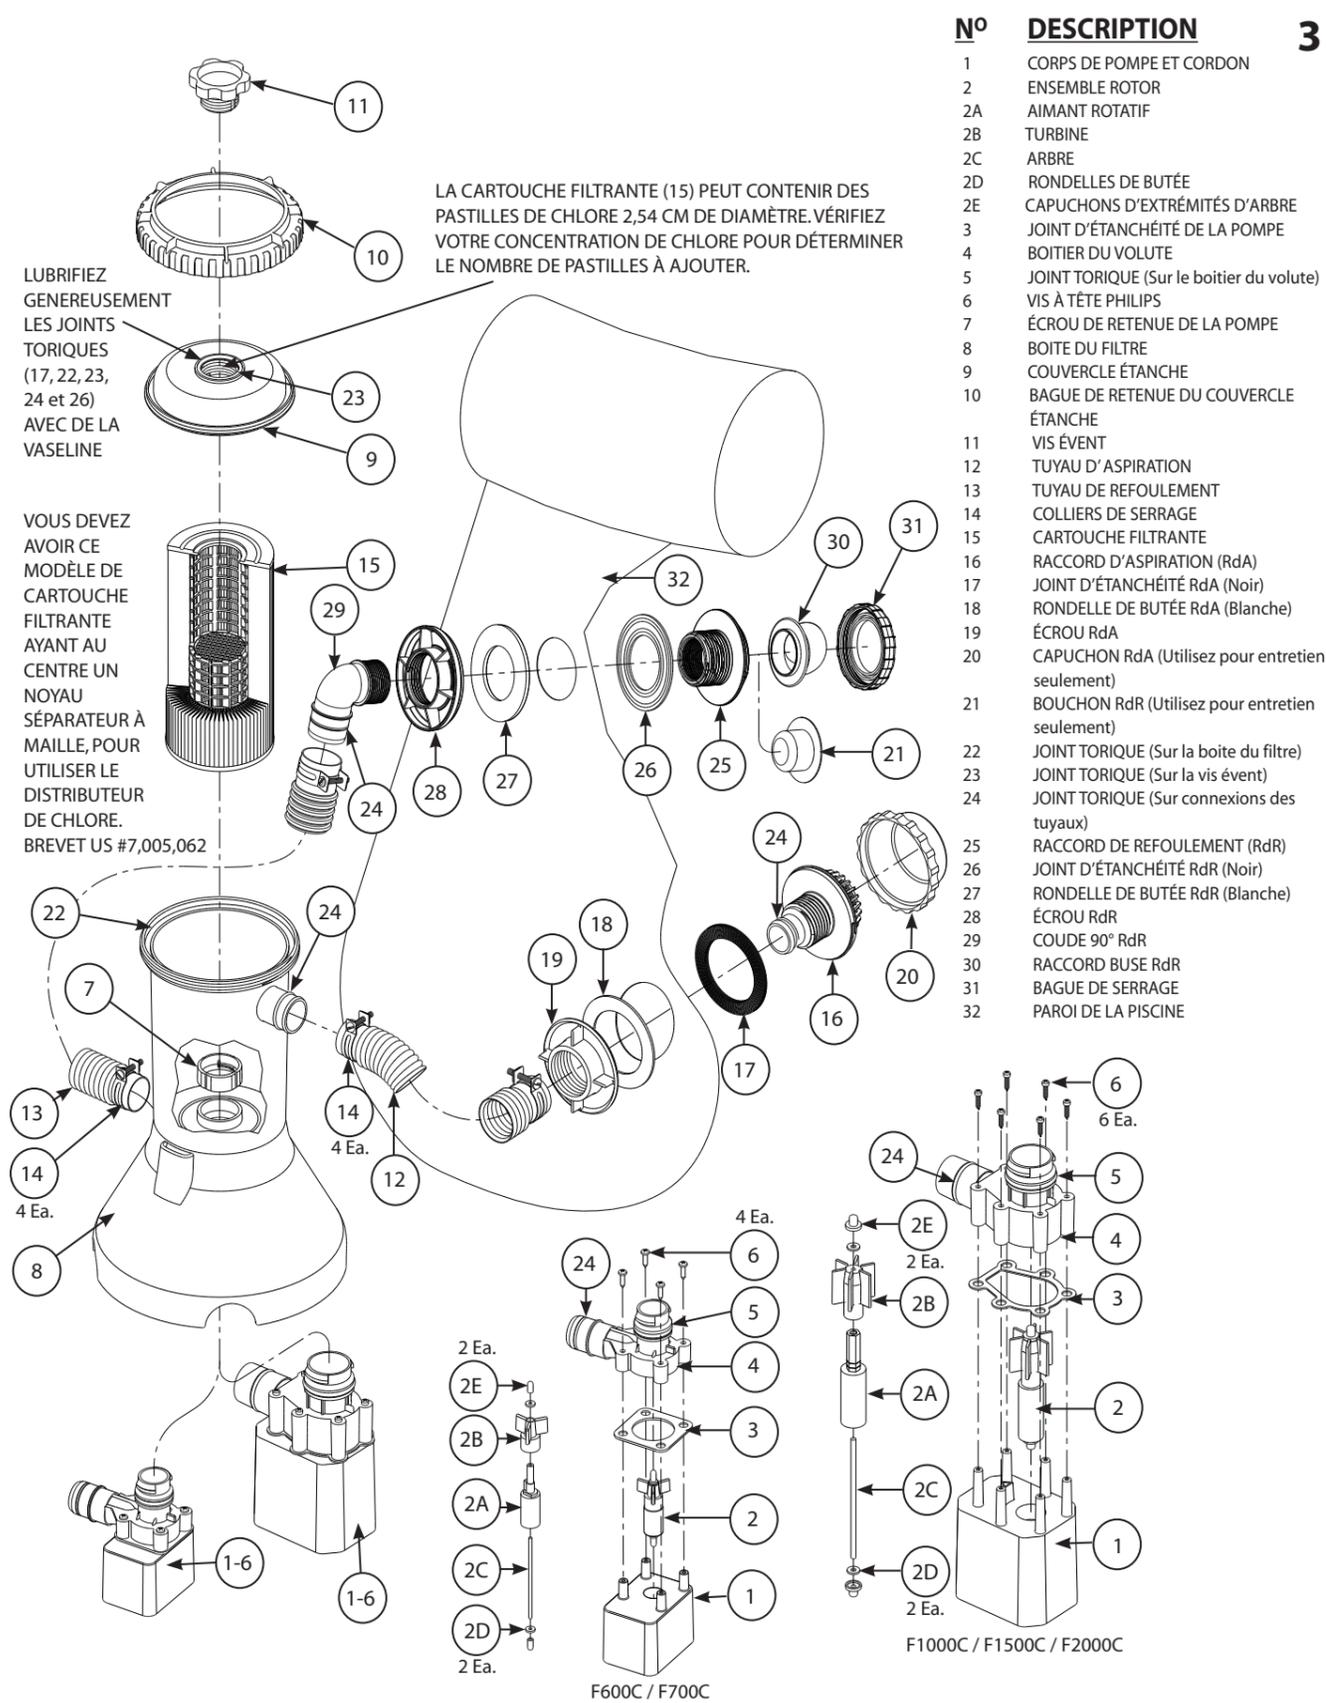

FIG. 1
#### 4 1. ASSEMBLAGE DU MOTOFILTRE: (RÉFÉRENCE EN PAGE 3, FIG. 1) AVERTISSEMENT - EXTRÊMEMENT IMPORTANT!
**But: inverse la direction de l'eau de refoulement entrant dans la piscine, voir pièce #30 FIG. 1.** Vous pouvez régler le Raccord Buse (30) après avoir desserrer la Bague de Serrage RdR (31) FIG. 1. Le Raccord Buse RdR (30) peut servir à induire une rotation dans le sens horaire de l'eau de la piscine vers le Raccord d'Aspiration (16). Pour ce faire desserrez légèrement la Bague de Serrage et tournez la Buse vers le haut poussant l'eau horizontalement sous la surface en direction opposée à l'aire du Raccord d'Aspiration. NE PAS LE DIRIGER directement vers le Raccord d'Aspiration car ceci diminuera profondément la circulation de l'eau et la filtration. Serrez la Bague de Serrage RdR pour retenir le Raccord Buse RdR dans la position que vous avez choisi. Plus tard vous pourrez régler le Raccord Buse RdR vers le bas pour aider à prévenir que les sédiments ne s'accumulent sur le fond de votre piscine.